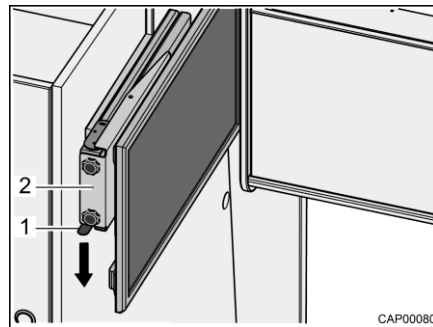

Fig. 36 Extension avec écran plat
- Presser le ressort à cran d'arrêt (Fig. 36,1) vers le bas et extraire l'extension (Fig. 36,2) avec l'écran plat à l'horizontale en direction du centre du véhicule.
- Pousser l'extension (Fig. 36,2) avec l'écran plat à l'horizontale jusqu'en butée. Le ressort à cran d'arrêt (Fig. 36,1) s'enclenche de manière audible.